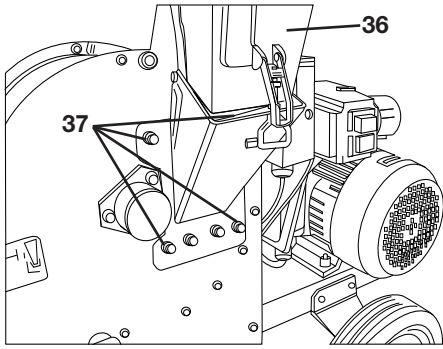

Bild 36
- Nach dem Wechsel der Schläger auf den drei Schlägerachsen, muss der seitliche Trichter (36) wieder mit den 4 äußeren Sechskantmuttern (37) angeschraubt werden (siehe „Bild 36“).
- Seitlichen Trichter (36) durch Lösen der 4 äußeren Sechskantmuttern (SW 13) entfernen (siehe „Bild 36“, Seite 14).